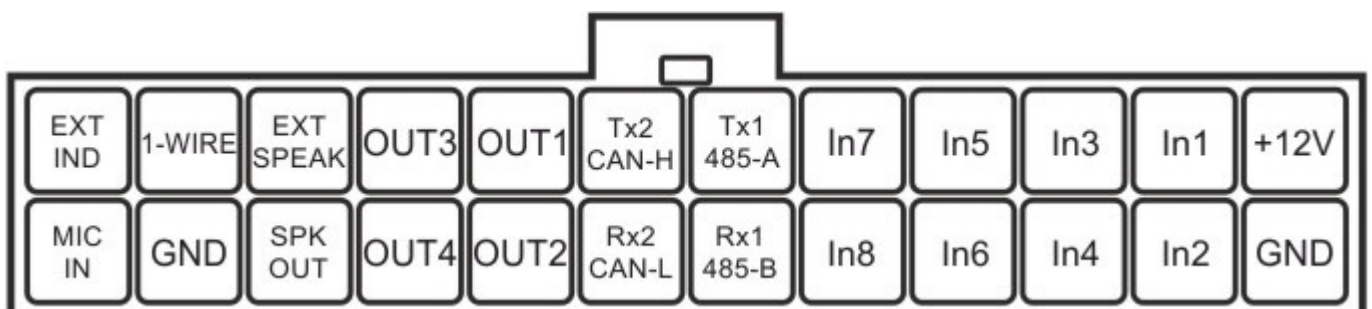

Рисунок 2 – Назначение контактов интерфейсного разъема
Подключение питания, датчиков и прочей периферии осуществляется через интерфейсный разъем (5) Рисунок 2. Для этого Используется ответная часть разъема с подключенными к нужным контактам проводами.